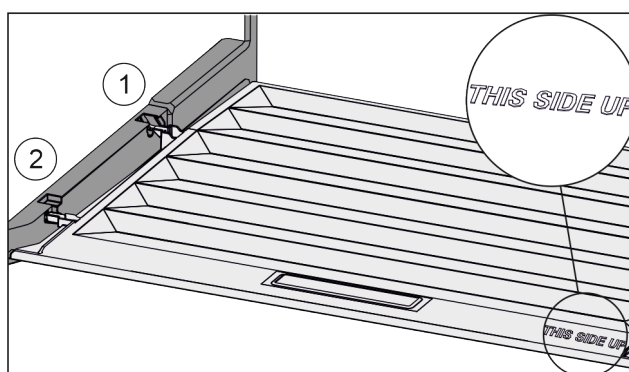

Fig. 39
- Dekselranden via de opening van de achterste houder Fig. 39 (1) aanbrengen en van voren in de houder Fig. 39 (2) klikken.